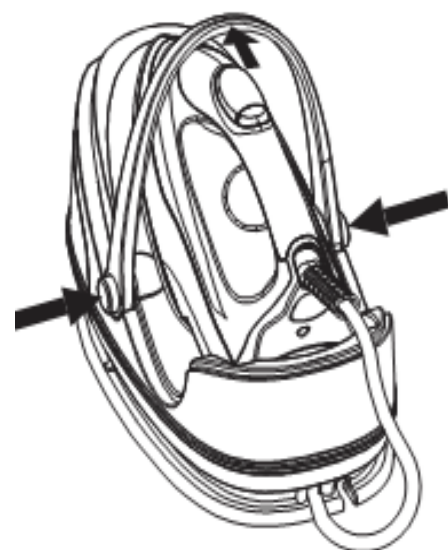

Fig.1
3. Verwijder de beschermfolie van de bodemplaat (Fig. 1)